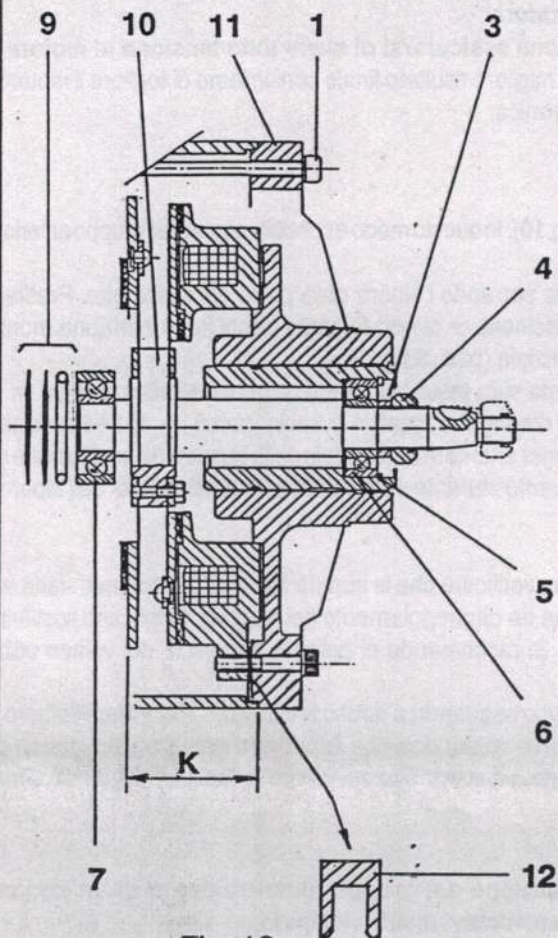

Fig. 10
c) verificare la quota A (fig. 12) tra il disco frizione ed il magnete frizione. Deve essere $0.9 \text{ mm} \pm 0.1$. In caso contrario separare dal motore il gruppo anteriore come descritto nel par. 3.1. Allentare le tre brugole che fissano il magnete freno. Quindi togliere o aggiungere in quantità opportuna gli spessori calibrati in corrispondenza delle brugole, tra il magnete freno e il gruppo anteriore (part. 12 fig. 10) e rimontare il tutto. Gli spessori calibrati hanno altezza di 0.2, 0.3 e 0.4 mm. Ripetere quanto descritto al punto b) e verificare nuovamente la quota A